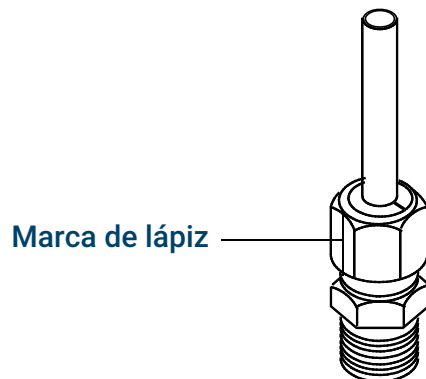

Figura 56. Marcado de la conexión
6. Marque la tuerca con un lápiz. Consulte la Figura 56.